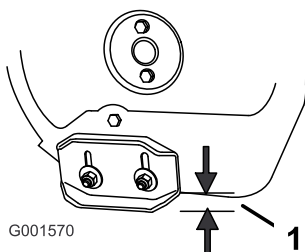

Figure 43
2. Desserrez les écrous de fixation des deux patins aux côtés de la vis sans fin jusqu'à ce que les patins puissent coulisser aisément vers le haut et vers le bas (Figure 43).